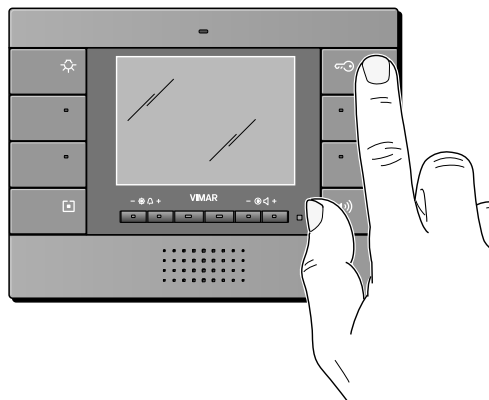

Figura 8
- Premere e mantenere premuto, per almeno 3 secondi, il **tasto "B"** (funzione apriporta) (figura 8);